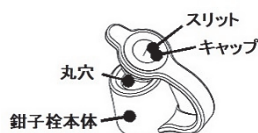

図 2
- (5) 挿入部の光沢消失や白線指標の変色、色あせがないこと。
- (6) 操作部：U/D と R/L の各アングル操作ノブ、U/D アングルロック、R/L アングルロックの作動のざらつき、がたつき、引っ掛かり、操作部を軽く振ったときに異音がするなどの現象がないこと。
- (7) 先端レンズの脱落を防止するため、ビデオ内視鏡先端部のレンズにキズ、欠け、脱落、汚れ、レンズ周辺のすきま、レンズの異常な飛び出しなどがいないことを確認すること。
- (8) 送気/送水バルブの穴に異物が入っていないことを確認すること。また、チャンネル内に洗浄ブラシ片等の異物が遺残していないか確認すること。
- (9) 鉗子栓のキャップのスリットまたは鉗子栓本体の丸穴に裂け、ひび割れ、変形、変色などの異常がないことを目視で確認すること(図2 参照)。